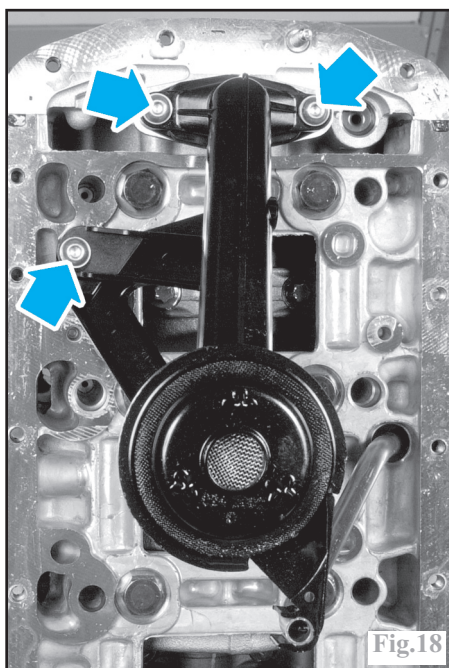

Fig.18
- Déposer les vis de fixation de la crépine (Fig.18).